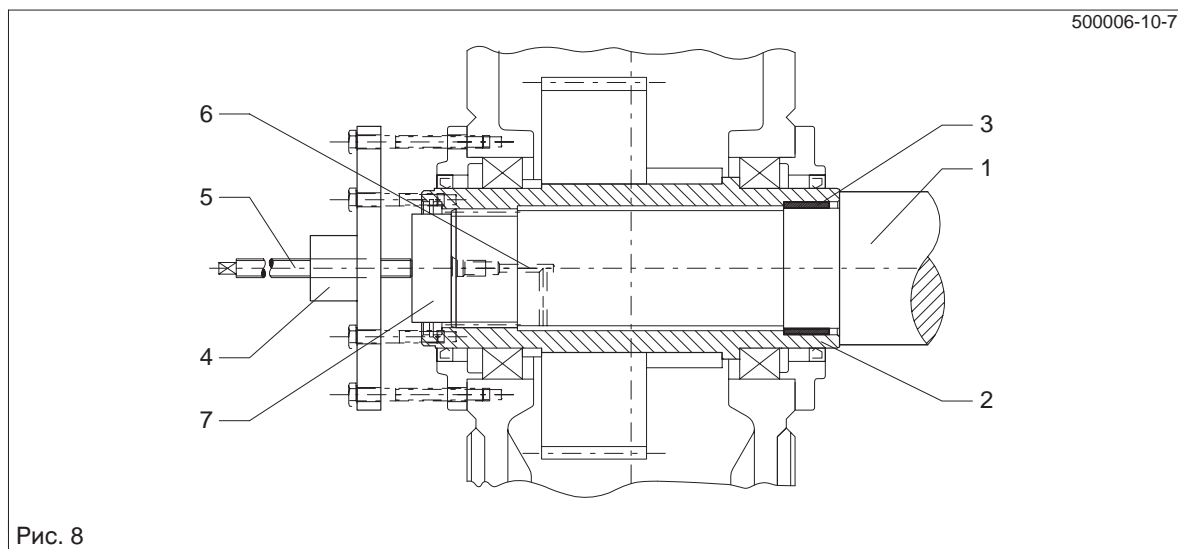
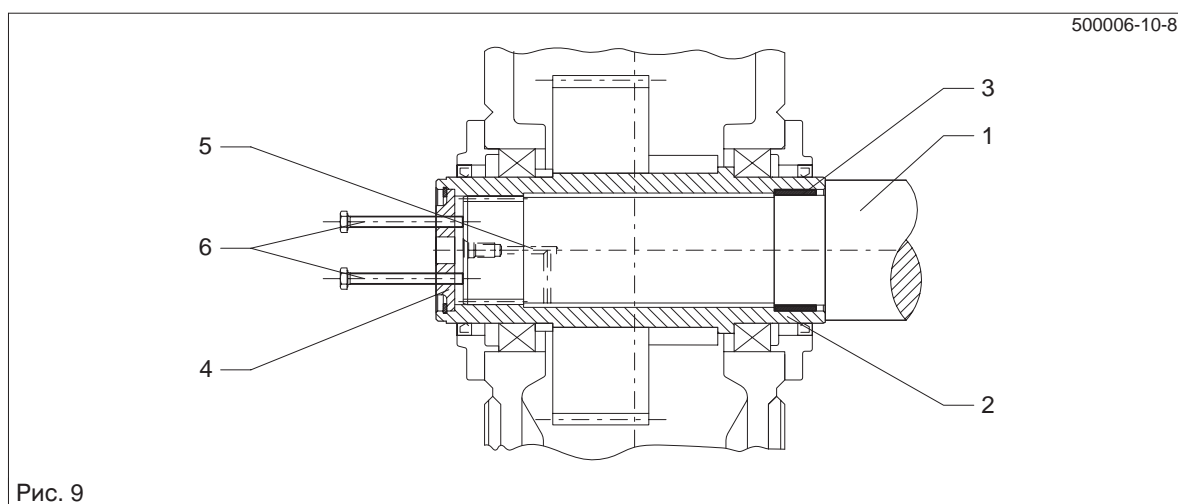

Рис. 8
Рис. 9
- Отжатие передачи от машинного вала может быть выполнено по возможности на месте при помощи отжимного винта на концевом диске (см. рис. 9), центральным ходовым винтом или, предпочтительнее всего, гидравлическим агрегатом Лукаса.
- После достаточного действия растворителя снять передачу при помощи устройства согласно рис. 8 или рис. 9.
Если при этом, как показано на рис. 8, опора не только на полый вал, но и имеется дополнительное объединение с кожухом, силы отжима не должны превышать значений, приведенных в приведенной ниже таблице.